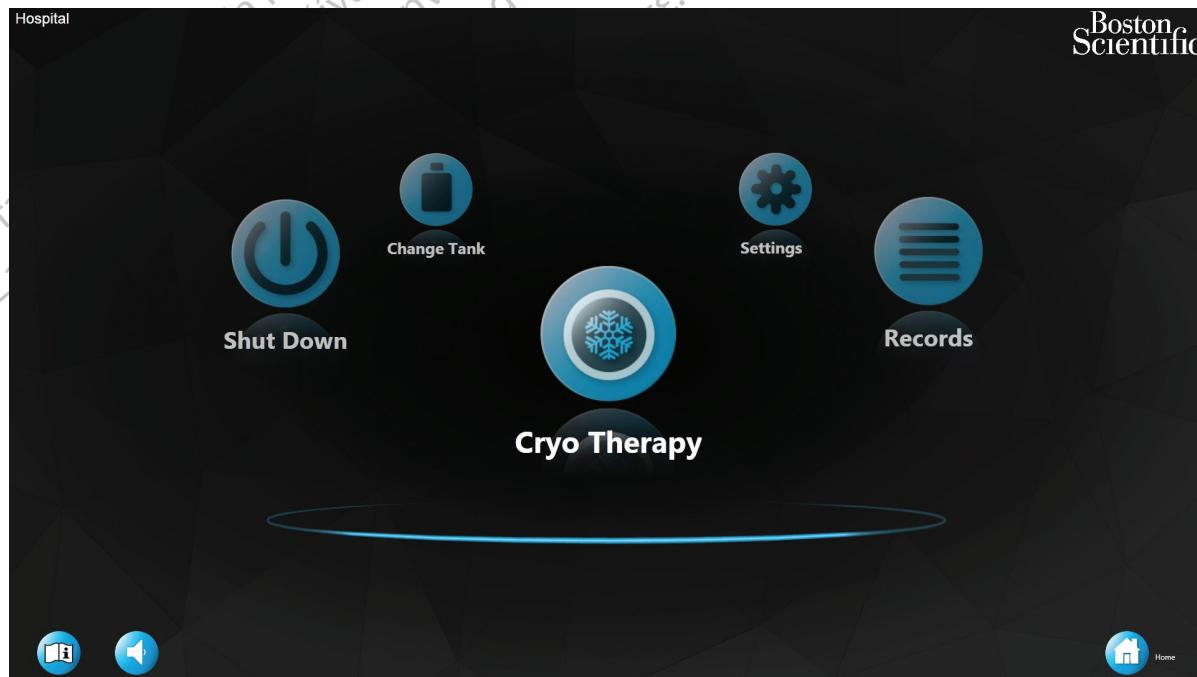

Figura 25: Pantalla de inicio
1. Presione el botón Records (Registros) en la pantalla de inicio (Figura 25).